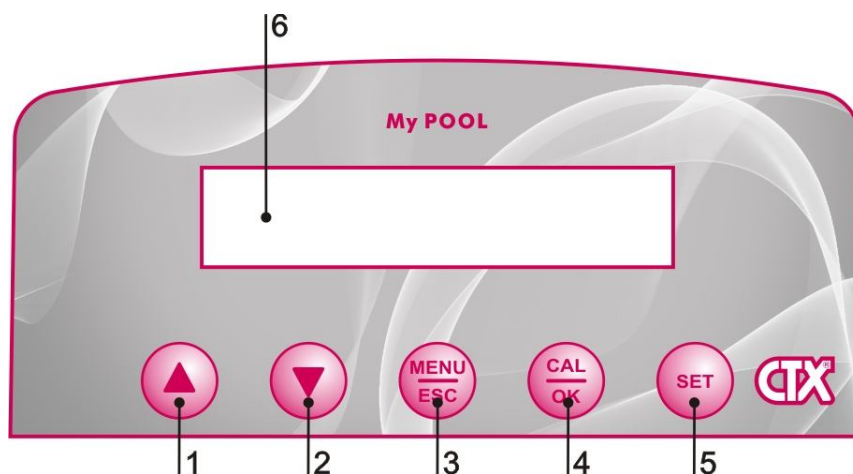

Fig. 4 – Pannello Comandi
Pulsar en el mismo tiempo la tecla incremento valores (1) y la tecla reducción valores (2), (fig.4).
Con la bomba en STAND-BY pulsar en el mismo tiempo MENU/ESC (3) y CAL/OK (4), (fig.4).